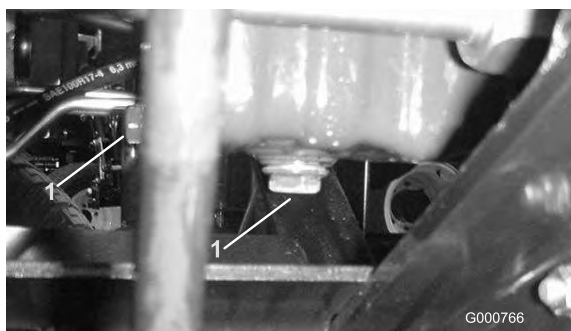

Figure 56
1. Enlevez le bouchon de vidange (Figure 56) et laissez couler l'huile dans un bac de vidange. Remettez le bouchon en place quand toute l'huile s'est écoulée.